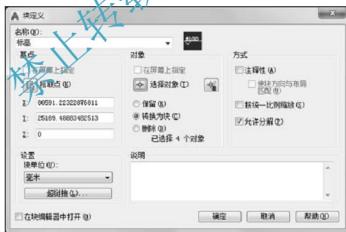

图 3.99 设置【块定义】对话框
(1) 用【创建块】命令制作图块。如图 3.99 所示设置【块定义】对话框。
- 由于在图 3.99【块定义】对话框中, 勾选了【按统一比例缩放】, 所以在图 3.102【插入】对话框中【统一比例】为灰色。